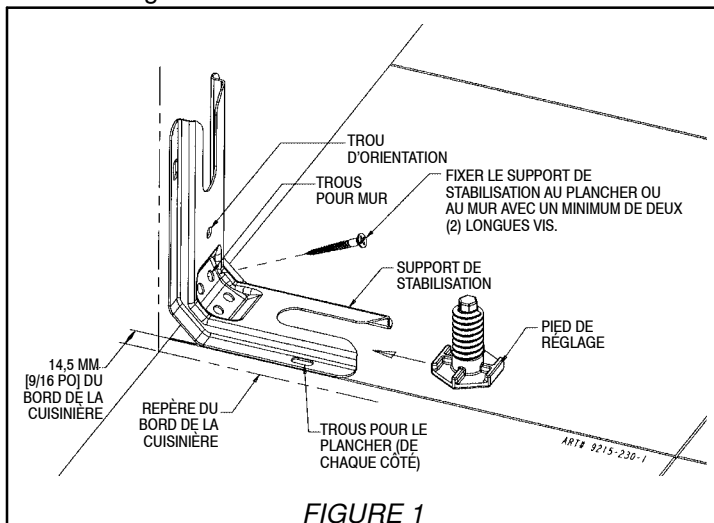
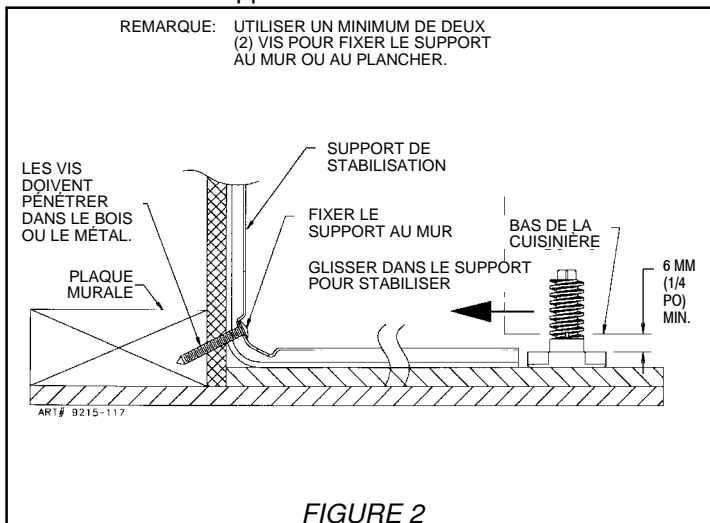

FIGURE 1
FIGURE 2
ÉTAPE 1 - Emplacement du support (voir figure 1)
- Placer le SUPPORT à 14 mm (9/16 po) de la marque « BORD » en allant vers le centre de l'ouverture et contre le mur arrière tel qu'indiqué à la figure 1, le trou d'orientation étant contre le mur.
- Utiliser le support comme gabarit et marquer l'emplacement de tous les trous pour le type de matériau sur lequel le support doit être fixé, tel qu'indiqué à la figure 1.
- Plancher : Déterminer le centre des deux trous identifiés par « TROUS POUR PLANCHER » à la figure 1. Percer un trou de positionnement de 3 mm (1/8 po) au centre de chaque trou (un clou ou un poinçon peut également être utilisé si une perceuse n'est pas disponible). Fixer le support de STABILISATION au plancher à l'aide des deux vis fournies. Passer à l'ÉTAPE 3.
- Mur : Déterminer le centre des deux trous identifiés par « TROUS POUR MUR » à la figure 1. Percer un trou de positionnement de 3 mm (1/8 po) au centre de chaque trou (un clou ou un poinçon peut également être utilisé si une perceuse n'est pas disponible) tel qu'indiqué à la figure 2. Fixer le support de STABILISATION au mur à l'aide des deux vis fournies tel qu'indiqué à la figure 2. Passer à l'ÉTAPE 3.
- On trouve des vis convenant au ciment ou au béton dans les quincailleries. Percer les trous de positionnement de la grandeur correspondant à celle des vis obtenues en quincaillerie au centre des trous identifiés « TROUS POUR PLANCHER » à la figure 1. Fixer le support de STABILISATION au plancher. Passer à l'ÉTAPE 3.
REMARQUE : Un dégagement minimum de 6 mm (1/4 po) est exigé entre la cuisinière et le pied de mise à niveau qui va s'insérer dans le support de stabilisation (voir figure 2).